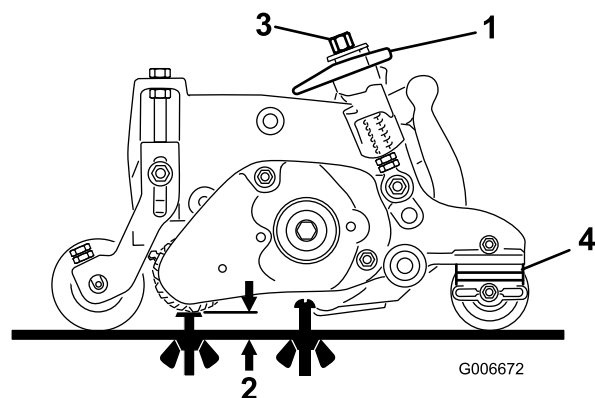

Figura 42
3. Rode as alavancas de liberação rápida (Figura 42) para a posição de encaixado (o manipulador aponta para a parte dianteira da unidade de corte. **Para configurar a barra indicadora, recorra ao gráfico dos intervalos recomendados para Altura de Corte (ADC) e Altura de Aparo (ADA).**
4. Numa extremidade do cilindro do rastelo, meça a distância que vai da ponta da lâmina mais baixa do rastelo até à superfície de funcionamento (Figura 42). Rode o manipulador de ajuste da altura (Figura 42), para levantar ou baixar a ponta da lâmina do rastelo, até à altura desejada.